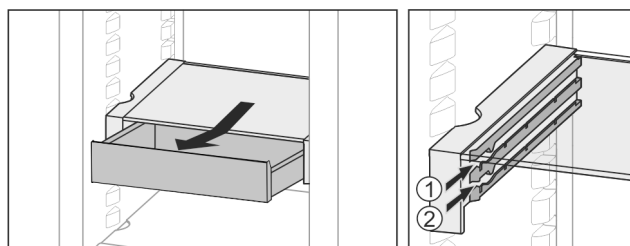

Fig. 21
- Introduceți la înălțimea dorită Fig. 21 (1) sau Fig. 21 (2).